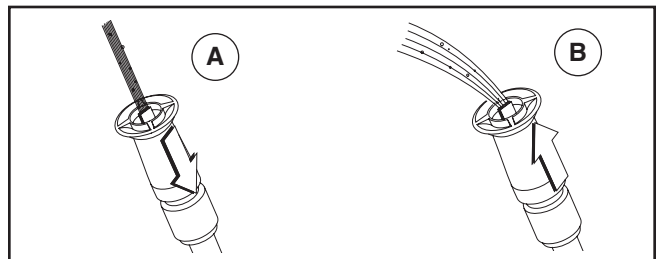

Figura 13 — Ajustar la presión de aspersión
1. Usted también puede ajustar el patrón de rociado girando la boquilla para que esté concentrado en un patrón de chorro (A) o un patrón expandido en abanico (B) (Figura 13).